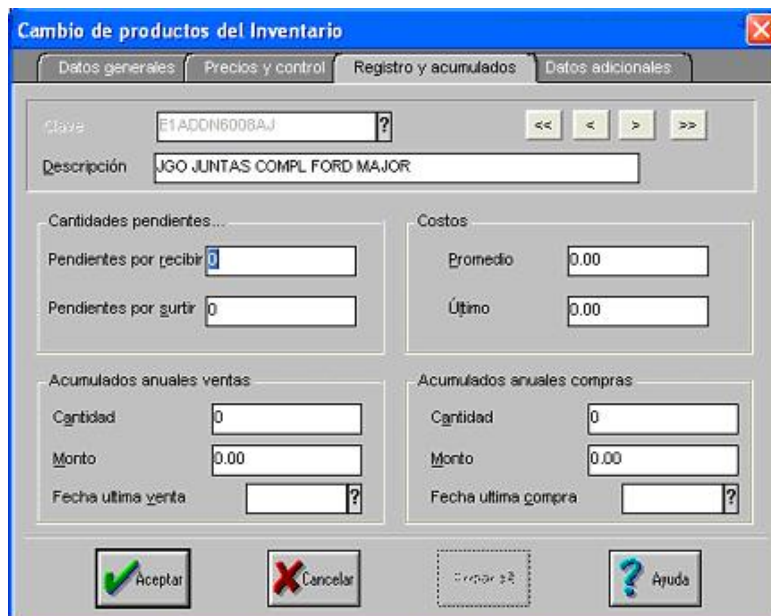

Imagen 4.5 “Alta de productos pestaña de registro y acumulados” [Soft1]
- En la sección tercera se registraran datos de forma históricos y acumulados que se generaran según la operación de la tienda. (Imagen 4.5)